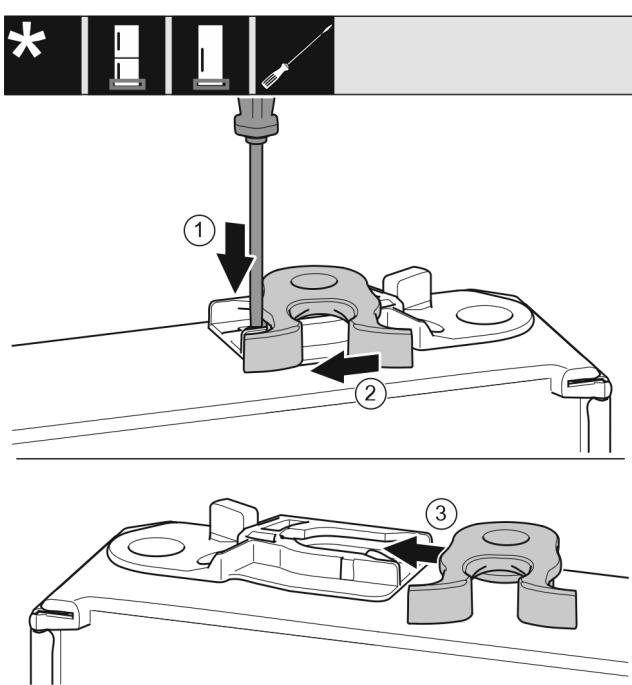

Fig. 17
- Shtypni për poshtë gjuhëzën me një kaçavidë me kokë petë. Fig. 17 (1)
- Nxirri jashtë nga foleja udhëzuese grepat e mbylljes. Fig. 17 (2)
- Shtyni poshtë grepat e kapjes në folenë udhëzues në anën tjeter. Fig. 17 (3)